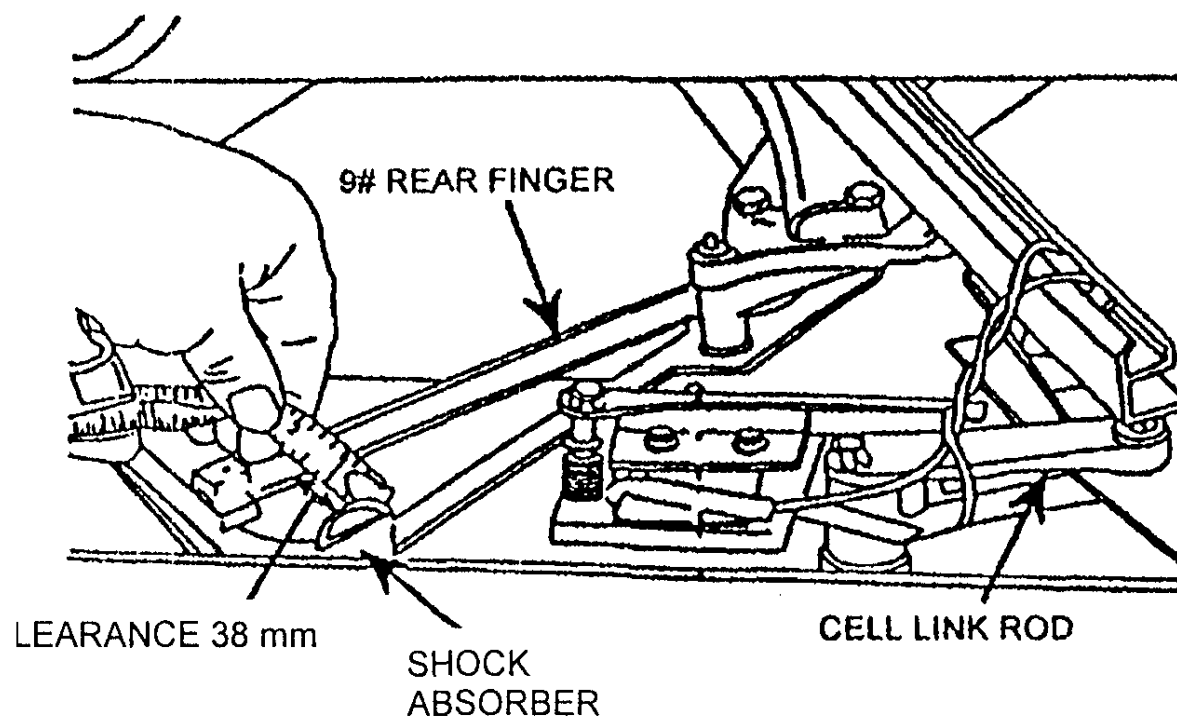

Рисунок 24
2. Сдвиньте задний палец ячейки вперед на максимальное расстояние 38 мм от рамы механизма расстановки кеглей, пользуясь при этом приводом ячеек (рис.24).